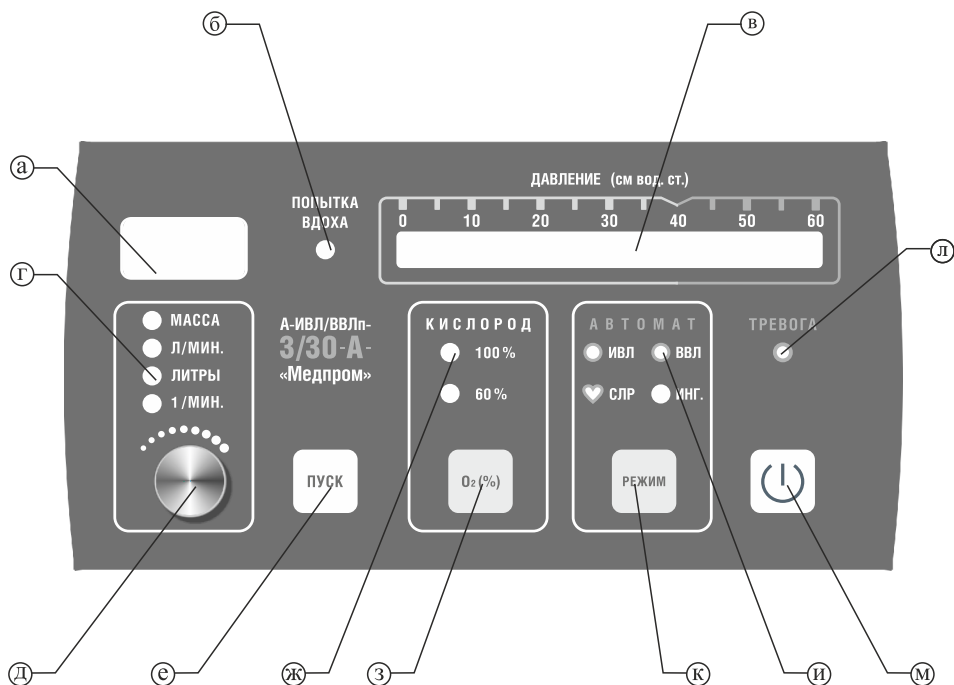

Рис. 4
4.9. На лицевой панели аппарата (рис.4) расположены: